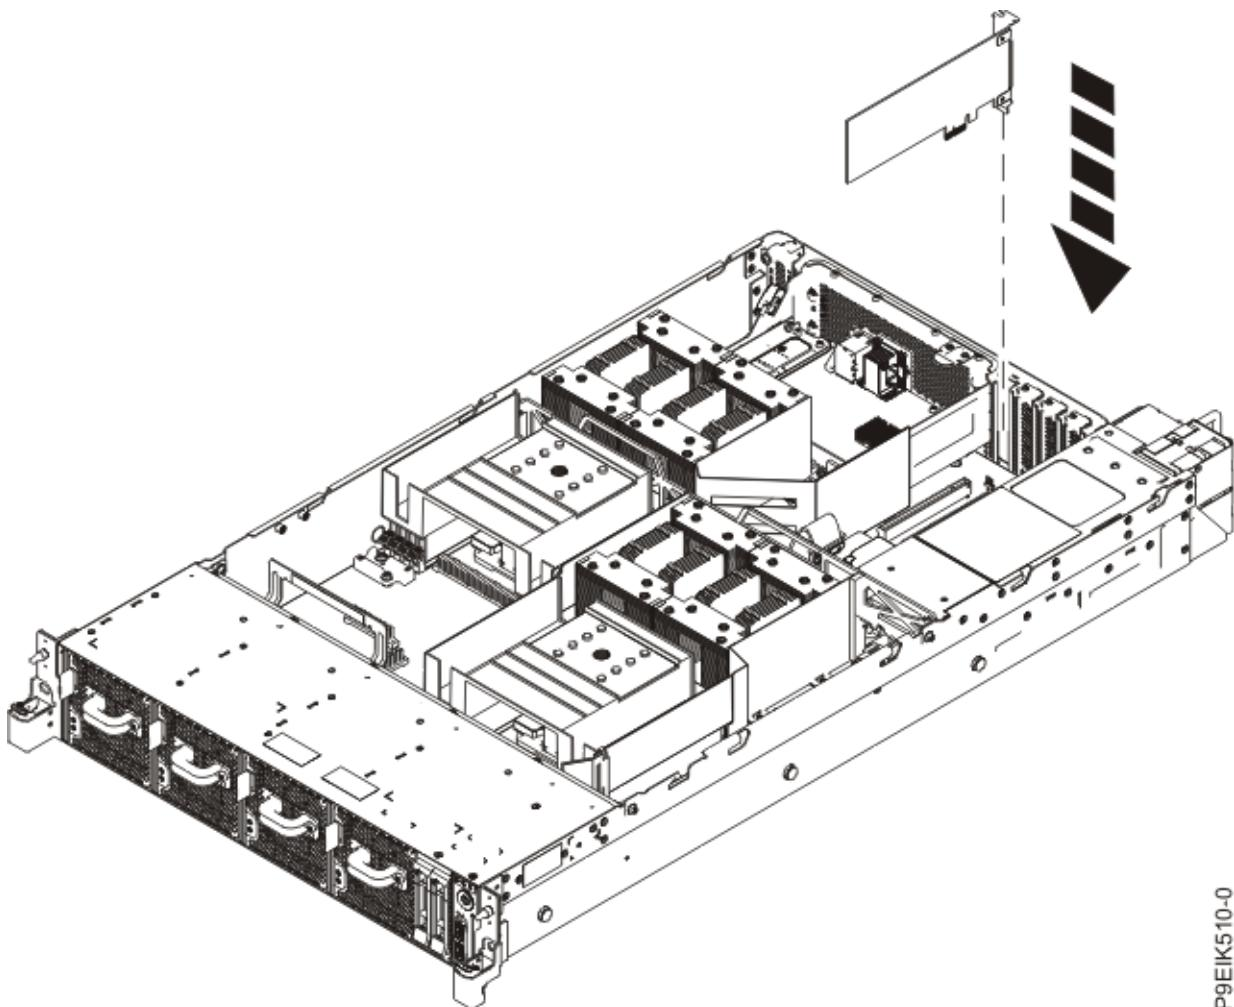

図 33. PCIe アダプターの挿入
5. アダプターを挿入します。正しく位置合わせして、スロットに完全に収めます 67 ページの図 33 を参照)。